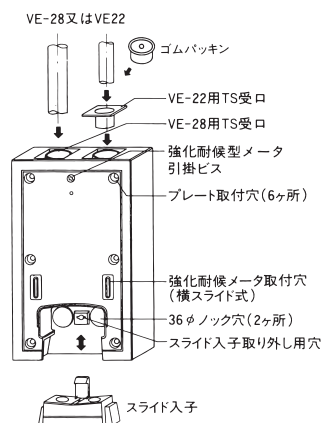

図1
- 図1 上面ノック穴を打ち抜き、下面スライド入子を取り外して下さい。